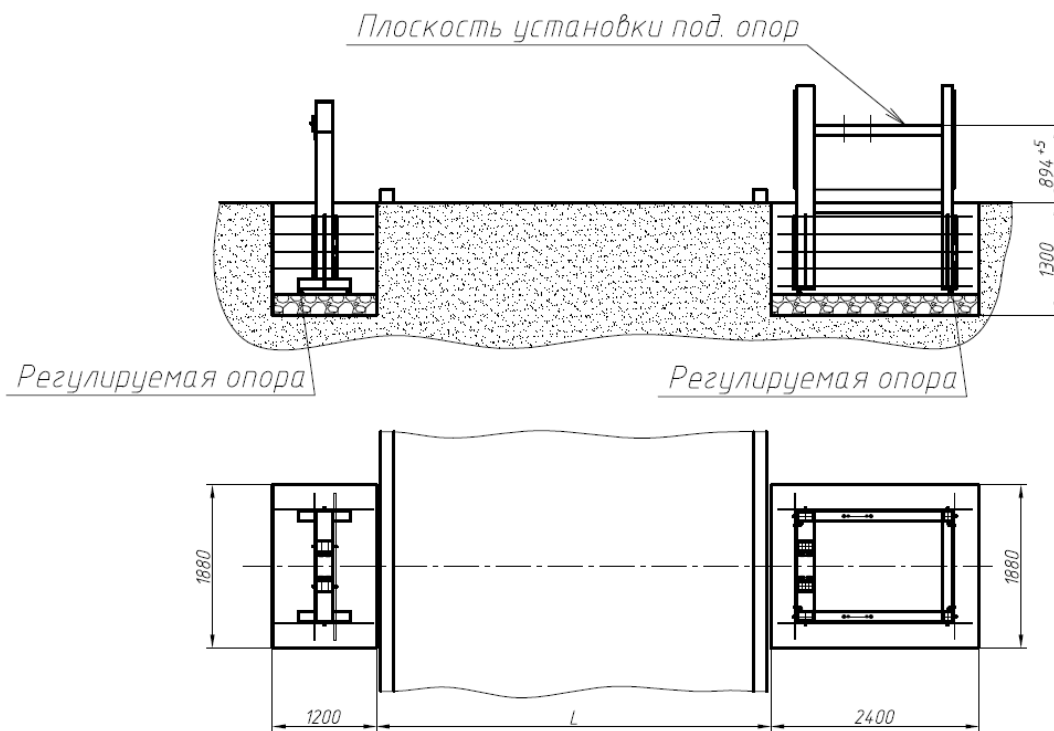

Рисунок 4
1.1.5 Установить тумбу и стойку в котлован. Выполнить регулировку тумбы при помощи регулируемых опор (рис. 4). Плоскость установки подшипниковых опор должна быть строго горизонтальна как по оси параллельной оси проезда, так и по оси перпендикулярной оси проезда. Расстояние от плоскости установки подшипниковых опор до уровня дорожного полотна должно быть не менее 894 мм.